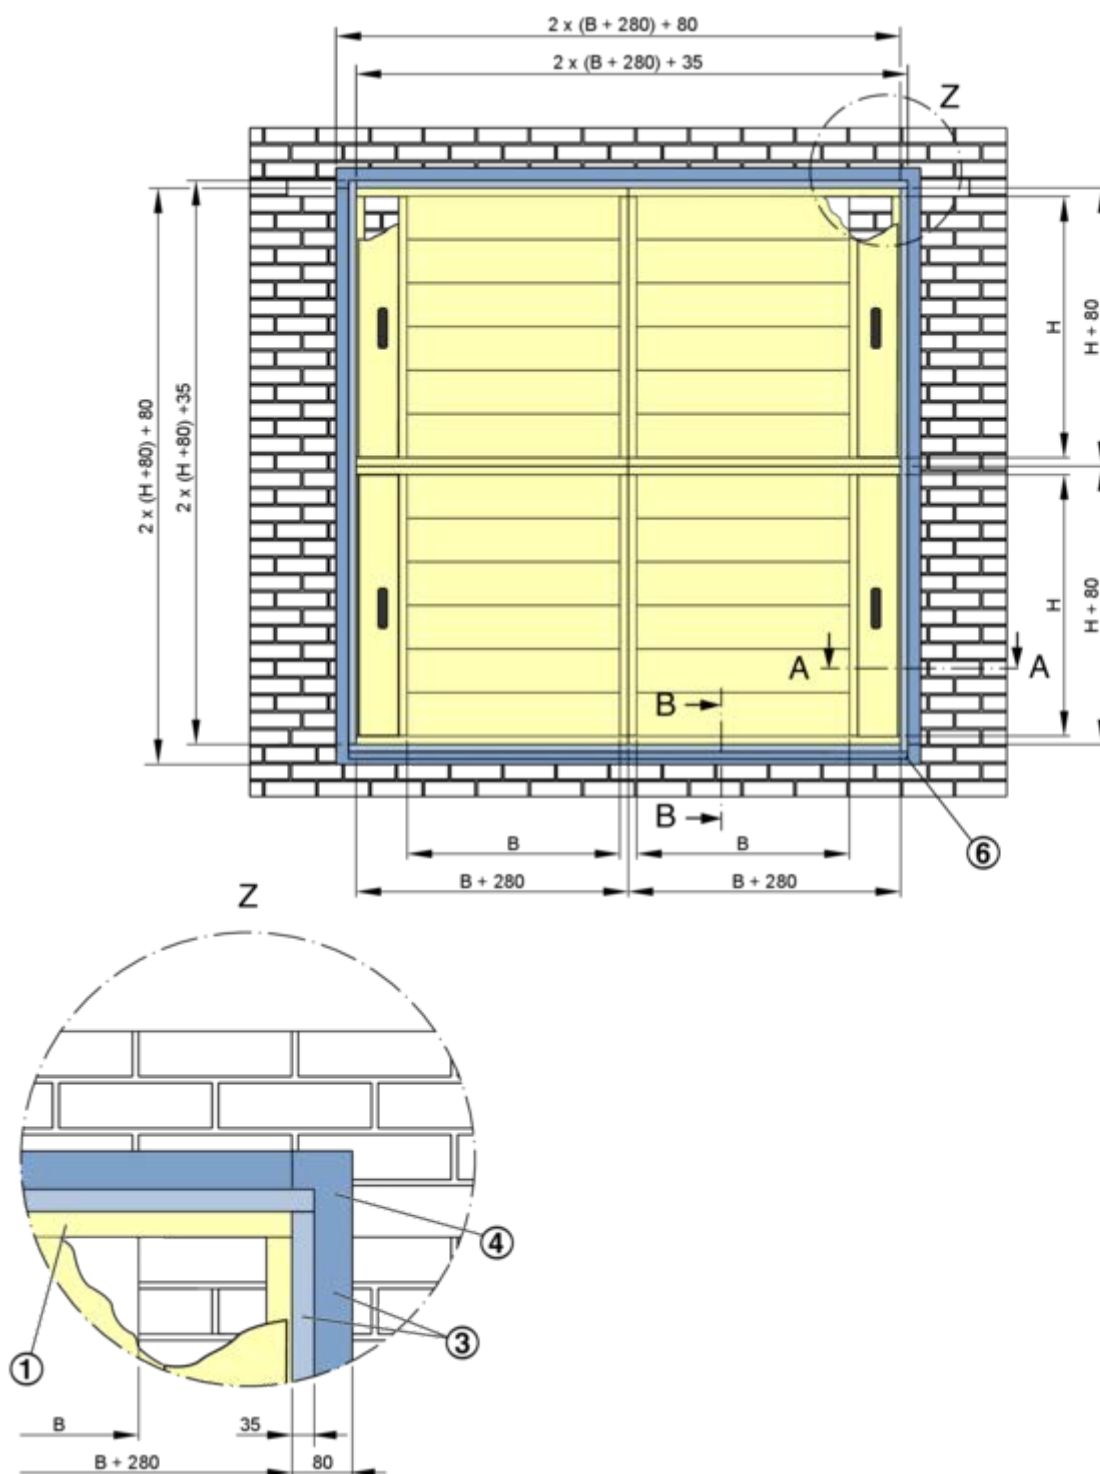

Fig. 28: Detaliu secțiune unghiulară
- 3 Secțiune unghiulară (pe amplasament) ↪ Fig. 28